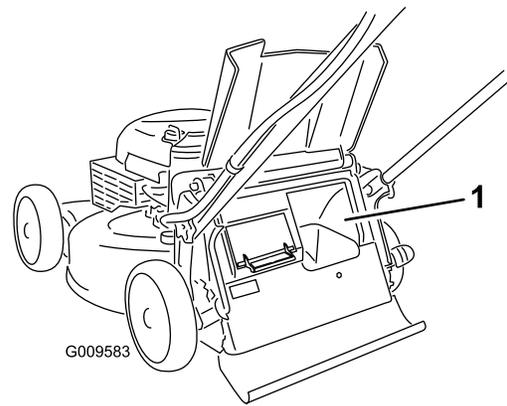

Figura 18
**Importante:** Para asegurar un funcionamiento correcto, apague el motor, espere a que se detengan todas las piezas en movimiento, y luego retire cualquier recorte de hierba y otros residuos de la tapa de embolsado a pedido y del hueco adyacente (Figura 18) antes de mover la palanca de embolsado a pedido de una posición a la otra.